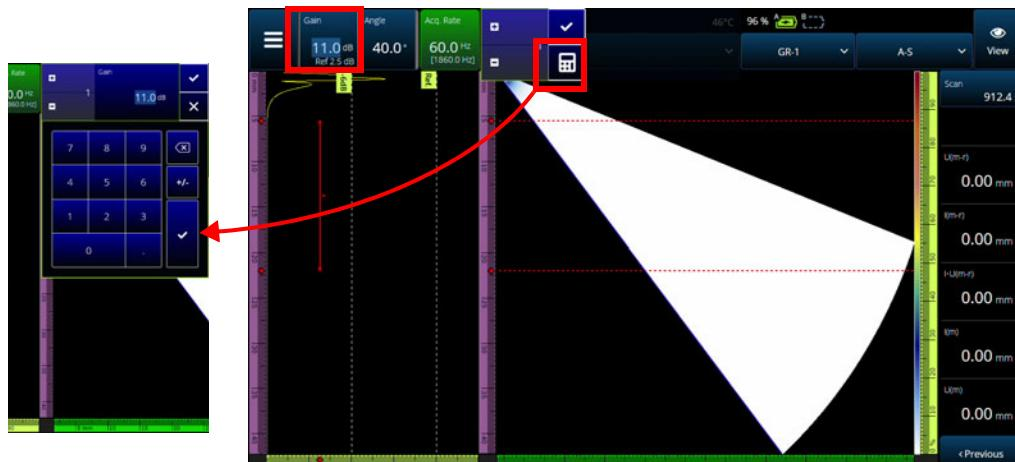

図 2-10 上下の矢印またはキーパッドを使用したパラメーターの調整
1. パラメーターをタップします（43ページの図2-10）。